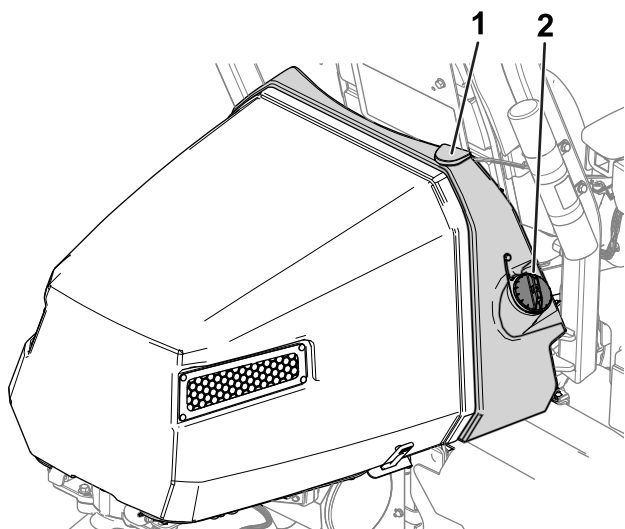

Figure 34
2. Nettoyez la surface autour du bouchon du réservoir de carburant et enlevez le bouchon (Figure 34).